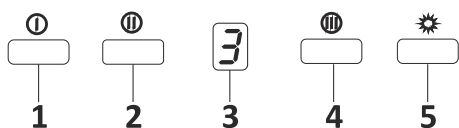

Fig. 13: Bouton de forage à 3 vitesses
1. ➤ Appuyez ce bouton pour allumer le produit. Le produit fonctionne également à la première vitesse lorsque ce bouton est appuyé. Fig. 13
2. ➤ Le produit fonctionne à la deuxième vitesse lorsque ce bouton est appuyé. Fig. 13
3. ➤ Écran de suivi : vous pouvez suivre la vitesse à laquelle le produit fonctionne sur cet écran. Fig. 13
4. ➤ Le produit fonctionne à la troisième vitesse lorsque ce bouton est appuyé. Fig. 13
5. ➤ Appuyez ce bouton pour allumer et éteindre la lampe. Fig. 13
6. ➤ Si vous appuyez sur tous les boutons de fonctionnement du moteur et les maintenez enfoncés pendant plus de 2 secondes, vous déclenchez une fonction de minuterie de 15 minutes. Un signal s'affiche au démarrage de la minuterie et le moteur s'arrête automatiquement après 15 minutes. Fig. 13